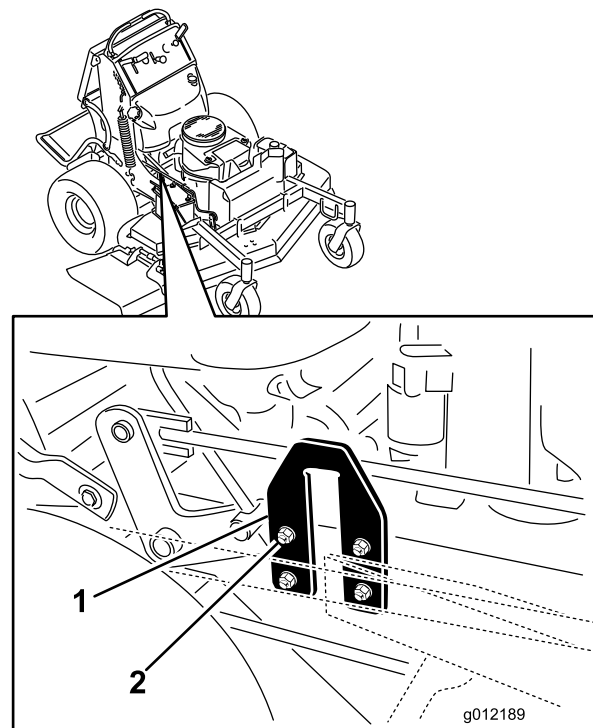

Figura 84
2. Localice las chapas con forma de U en el lateral de la carcasa del motor (Figura 84).
3. Afloje la chapa en un lado y ajústela hacia arriba o hacia abajo hasta que la diferencia entre las medidas **B** y **C** sea de no más de 1/4 pulgadas (6 mm) (Figura 84).